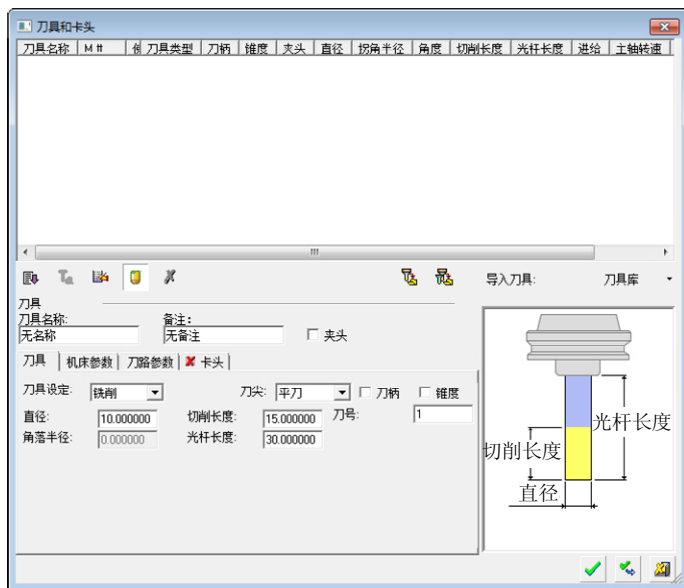

图 5-40 “刀具和卡头”对话框（1）
- 单击“加工向导”工具栏上的“刀具”按钮，弹出“刀具和卡头”对话框（1），如图 5-40 所示。